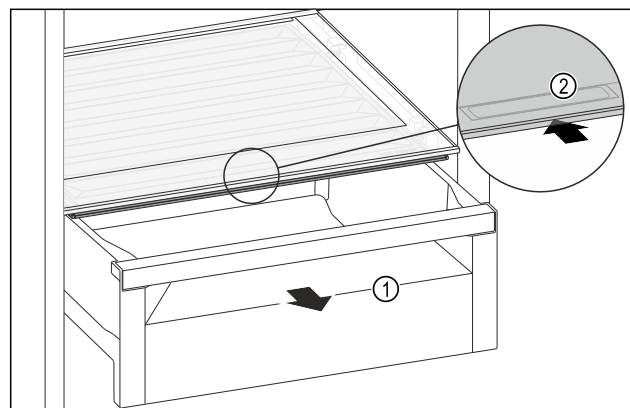

Fig. 105
- ▶ Извлеките выдвижной ящик *Fig. 105 (1)*.
- ▶ Возьмитесь за уплотненную ручку *Fig. 105 (2)* на крышке отделения и одновременно введите крышку отделения назад.